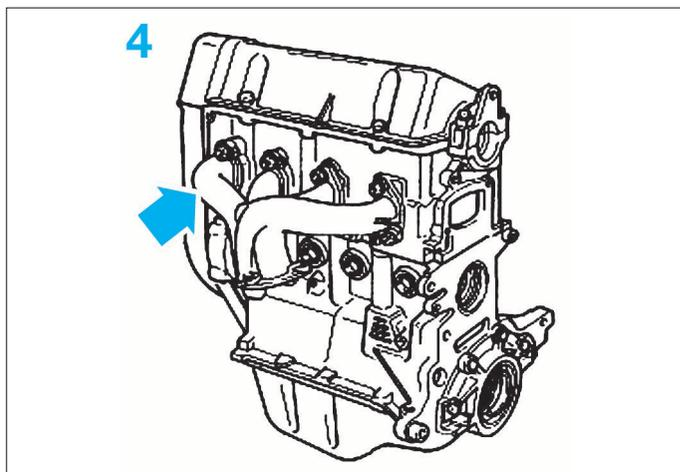
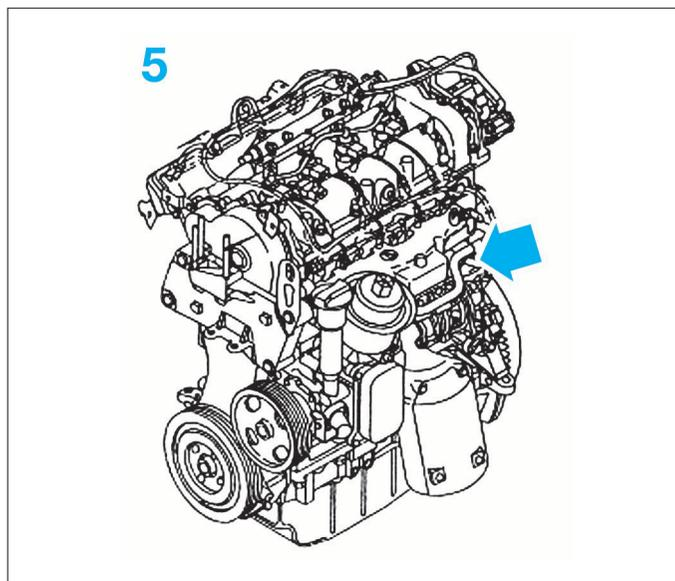

FIG.3
FIG.4
IDENTIFICATION MOTEUR 1,4 8v (4) (FIG.3) ET 1,3 MULTIJET (5) (FIG.4)